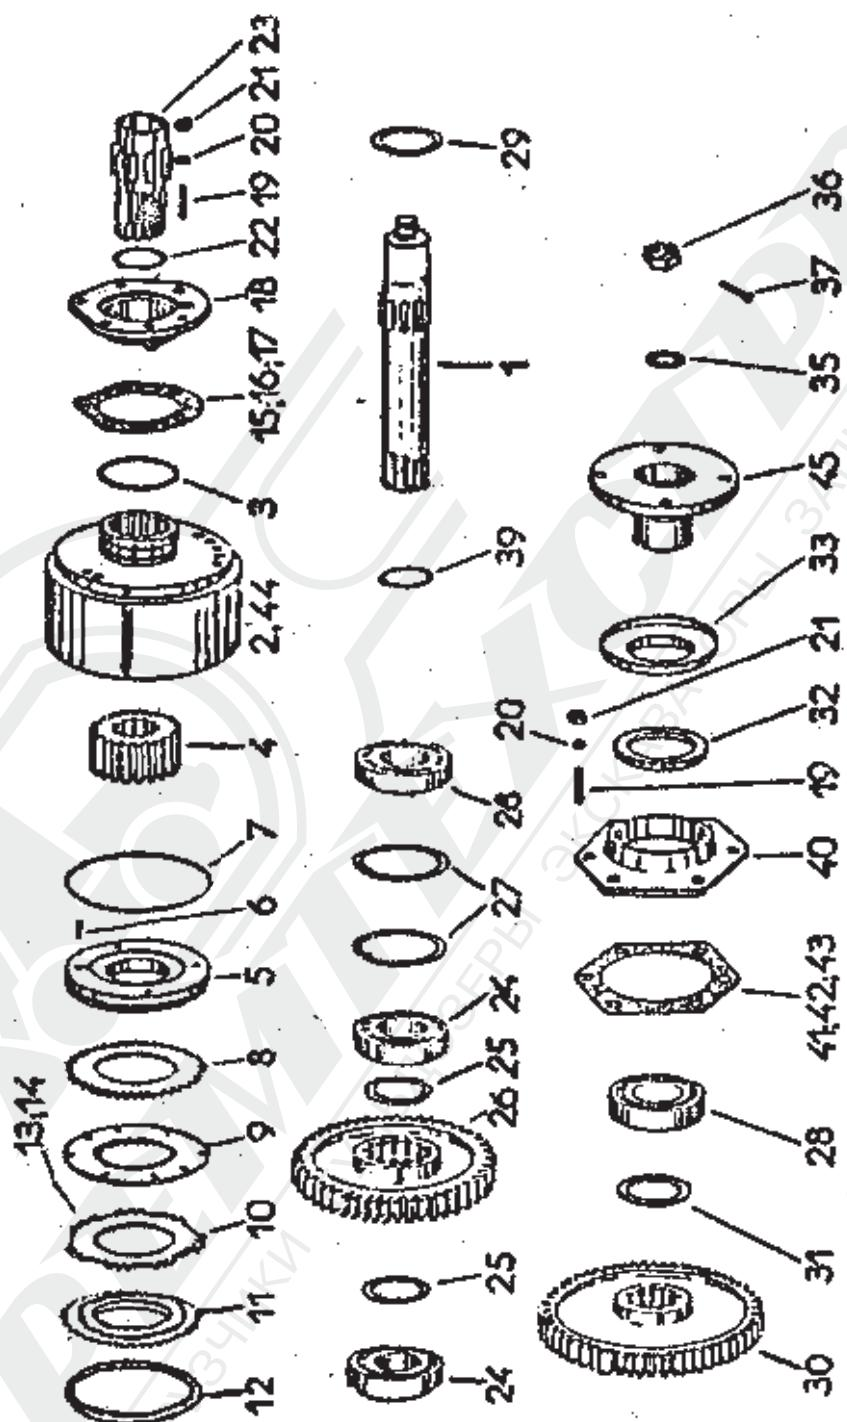

Рис. 2-13. Входной валик 1 коробки скоростей
2.3.3.5. Демонтаж муфты /рис. 2-13/.
Описание рис. 2-13
2.3.3.8. Демонтаж 1 входного валика /рис. 2-13/